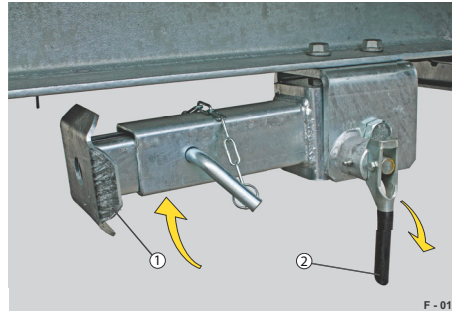

Abb. 43 Klappstütze, Fahrstellung
- ▶ Am Federriegel (Abb. 43/2) ziehen.
- ▶ Stellfuß (Abb. 43/1) hochschwenken und mit Federriegel arretieren.